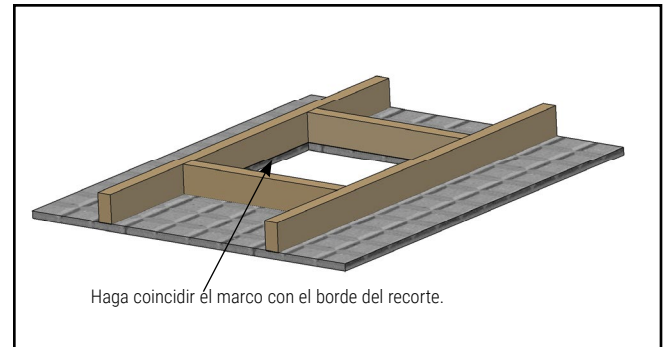
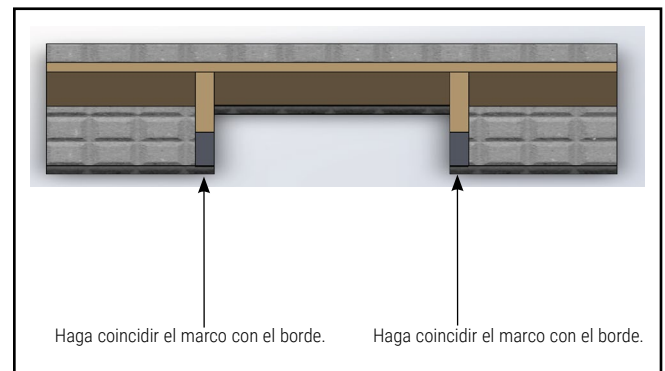

Figura 4.
Figura 5.
4. Enmarque la abertura en el panel de cielo raso. (Figura 4 y Figura 5)